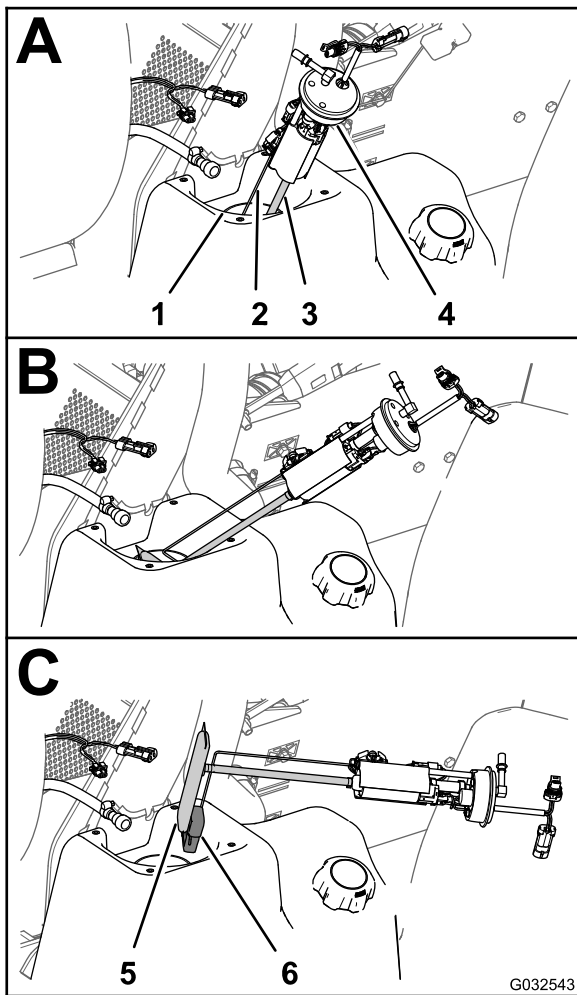
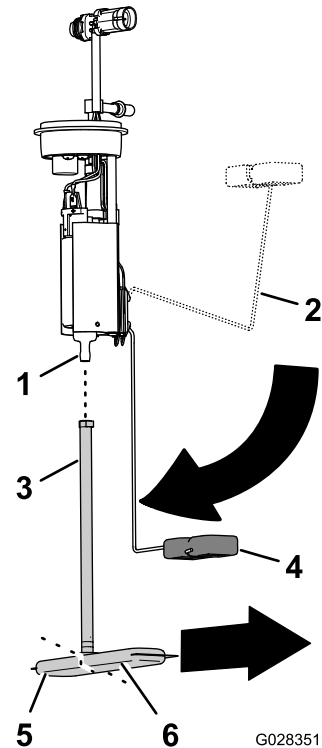

Bild 84
Bild 85
4. Heben und drehen Sie die Kraftstoffpumpe/Zuführeinheit vorsichtig aus dem Füllstutzen des Kraftstofftanks (**Bild 84**).
1. Entfernen Sie das Aufnahmerohr des Kraftstofffilters aus dem Anschlussstück der Kraftstoffpumpe (**Bild 85**).
2. Richten das Aufnahmerohr des neuen Kraftstofffilters am Anschlussstück der Kraftstoffpumpe aus (**Bild 85**).
3. Richten Sie das lange Teilstück des Kraftstofffilters mit dem Schwimmer aus, wenn sich der Schwimmerarm in der Stellung des leeren Kraftstofftanks befindet (**Bild 85**).
4. Schieben Sie das Anschlussstück der Kraftstoffpumpe in das Aufnahmerohr, bis das Anschlussstück vollständig sitzt (**Bild 85**).
1. Halten Sie den Schwimmerarm und das Aufnahmerohr zusammen und schieben Sie den Schwimmer und den Kraftstofffilter in die Öffnung im Kraftstofftank (Bild 84).
2. Setzen Sie die Kraftstoffpumpe/Zuführeinheit in die Öffnung im Tank (Bild 84 und Bild 85).
3. Montieren Sie die Dichtung und die Mutter über der Kraftstoffpumpe/Zuführeinheit und auf dem Füllstutzen des Kraftstofftanks und ziehen Sie die Mutter handfest an (Bild 84).
4. Verbinden Sie die Kupplung am Kraftstoffschlauch mit dem Anschlussstück der Kraftstoffpumpe (Bild 84).
5. Verbinden Sie die 2-polige Buchse des Maschinenkabelbaums mit dem 2-poligen Stecker der Kraftstoffpumpe/Zuführeinheit; verbinden Sie den 2-poligen Stecker des Maschinenkabelbaums mit der 2-poligen Buchse der Kraftstoffpumpe/Zuführeinheit (Bild 84).